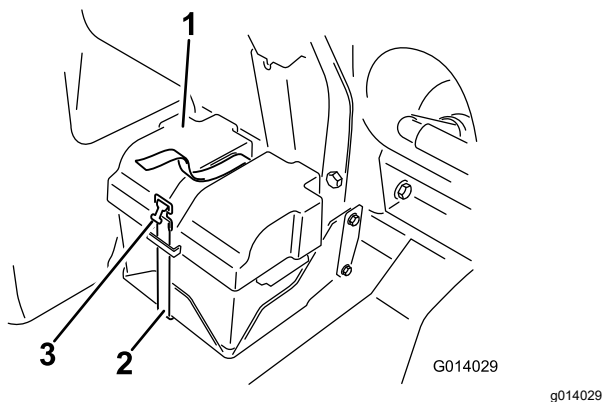

Figura 128
2. Retire la tapa de la batería y desconecte el cable negativo (negro) del borne de la batería (Figura 128).
4. Instale la tapa de la batería y sujétela con la correa que retiró anteriormente (Figura 128).